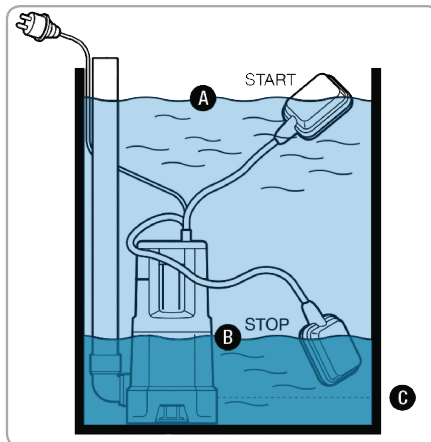

Fig.3
- Comutatorul plutitor pornește automat la o înălțime a apei de aproximativ 53 cm (A) și se oprește automat sub 50 cm (B). Înălțimea de pornire/oprire poate fi reglată individual prin fixarea cablului flotor în suport în diferite poziții (Fig.3).